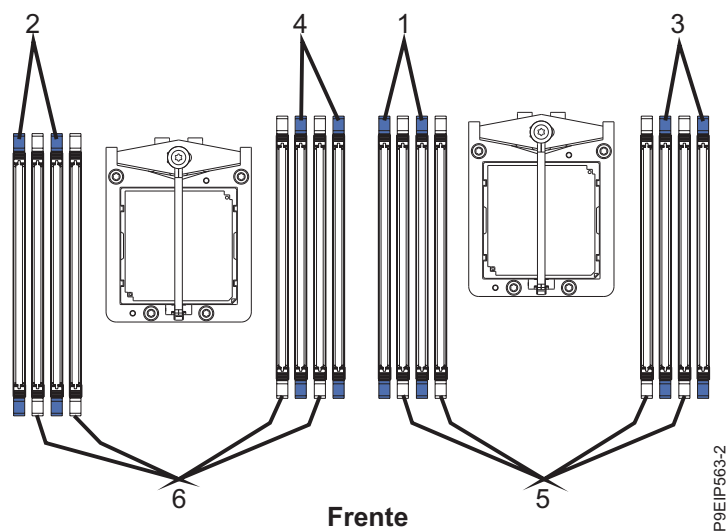

Figura 21. Sequência de conexão de memória de dois processadores
- Para um sistema de dois processadores, use Tabela 4 e Figura 21 na página 24 para determinar o posicionamento da memória.